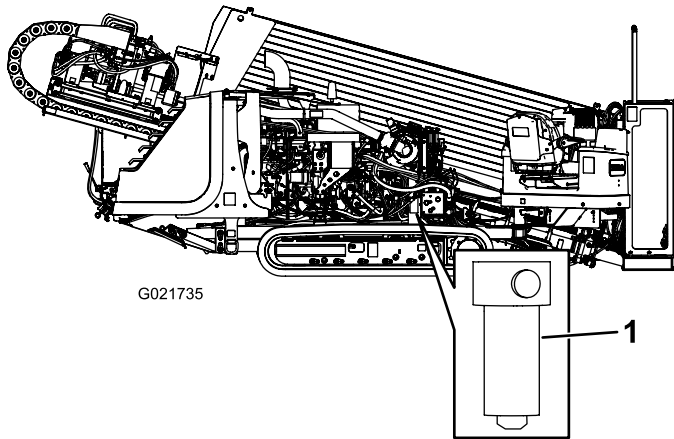

Figura 148
4. Utilice una llave para filtros y retire el filtro de presión hidráulica (Figura 148).